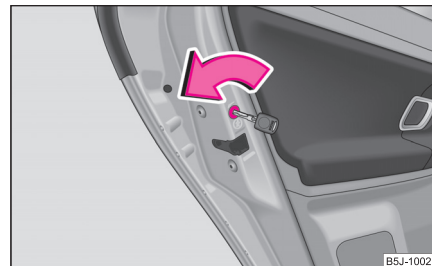

Abb. 20 Kindersicherung an den hinteren Türen
- Drehen Sie mit dem Fahrzeugschlüssel den Schlitz an der hinteren Tür in Pfeilrichtung ⇒ **Abb. 20**.